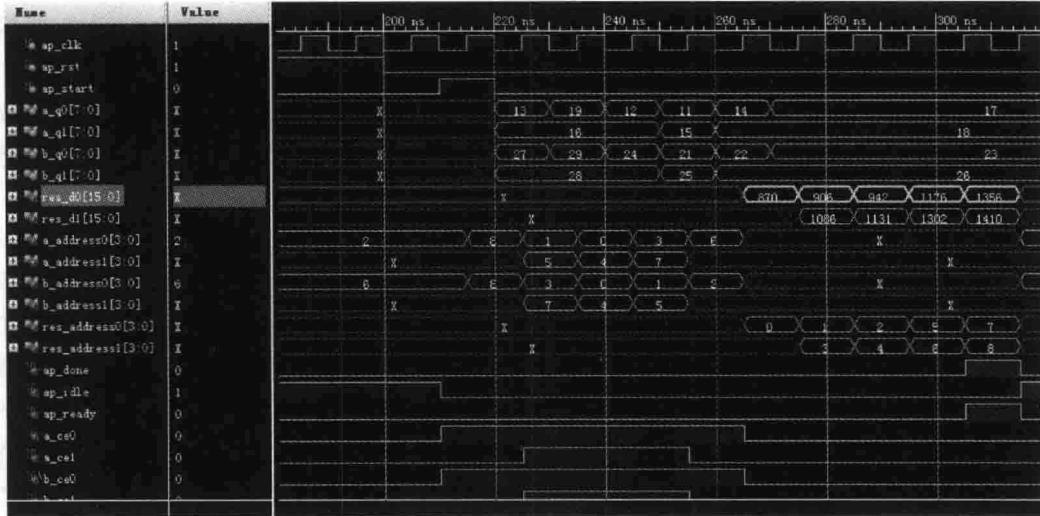

图 5.115 行为仿真后的波形界面
(27) 保存 test\_matrix.v 文件。
(28) 在 Vivado 主界面左侧的 Flow Navigator 窗口下,选择并展开 Simulation。在展开项中,找到并选择 Run Simulation 选项。出现浮动菜单,在浮动菜单中选择 Run Behavioral Simulation(运行行为仿真)选项。Vivado 对 matrix 进行行为仿真。
(29) 等待行为仿真结束后,如图 5.115 所示,出现仿真结果的波形图。